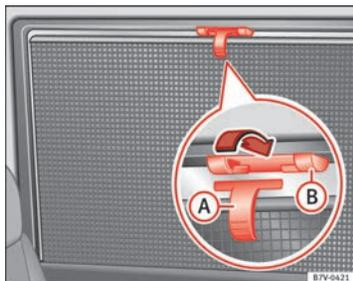

Abb. 64 Im hinteren rechten Fenster: Sonnenschutzrollo.
- Sonnenschutzrollo am hervorstehenden Griff ⇒ Abb. 64 A ganz nach oben ziehen.
- Zum Einrollen Sonnenschutzrollo oben aushängen und von Hand nach unten führen ⇒ ④.